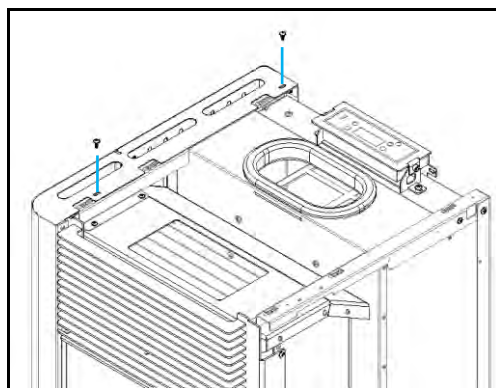

Figura 95 – Fixação das capas laterais na parte superior
e) Repetir o processo realizado no ponto c e d deste capítulo para as outras envolventes (fazer coincidir os furos da capa com os furosexistentes na estrutura) e apertá-las utilizando quatro parafusos **B** (DIN 7981 4,2x9,5), dois em cada lado, como demonstra a Figura 95.